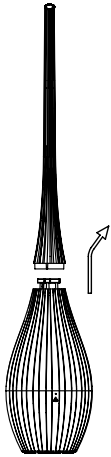

fig. 1
- Soulevez la buse d'évaporation vers le haut (fig. 1).